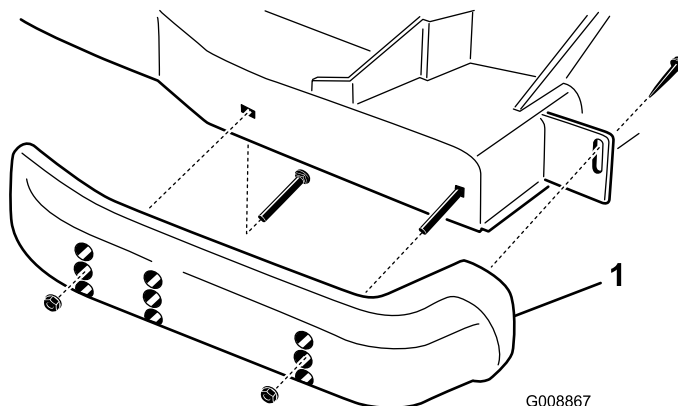

Figure 27
- Desserrez la vis à l'avant de chaque patin (Figure 27).
- Retirez les boulons à embase et les écrous de chaque patin (Figure 27).